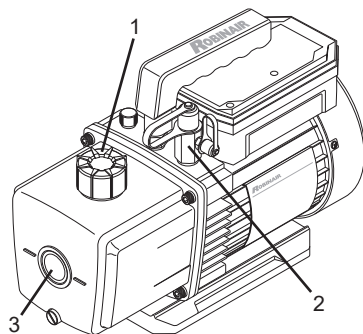
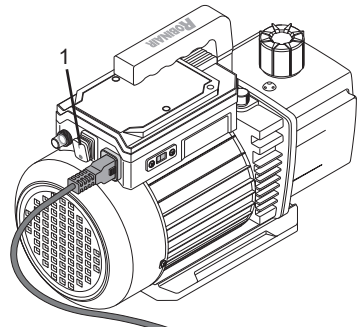

Figura 4
Figura 5
2. Retire la tapa de escape/llenado de aceite (1) (consulte Figura 4).
3. Agregue aceite al depósito de aceite hasta que el nivel de aceite esté alineado con las marcas a cada lado de la mirilla (3) (consulte Figura 4).
4. Vuelva a poner la tapa de escape/llenado de aceite (1) (consulte Figura 4).
5. Retire una tapa del puerto de entrada (2) (consulte Figura 4).
6. Conecte la unidad a la fuente de alimentación y encienda la bomba de vacío (1) (consulte Figura 5).
8. Después de que la bomba haya funcionado durante un minuto, APAGUE la bomba (1) (consulte Figura 5), revise el nivel de aceite en la mirilla (3) (consulte Figura 4), y añada más si es necesario.